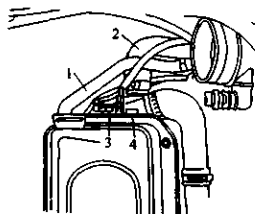

图 2-9 拔下气缸盖通向暖风热交换器的冷却液管
16) 拔下气缸盖通向暖风热交换器的冷却液管, 如图 2-9 所示。